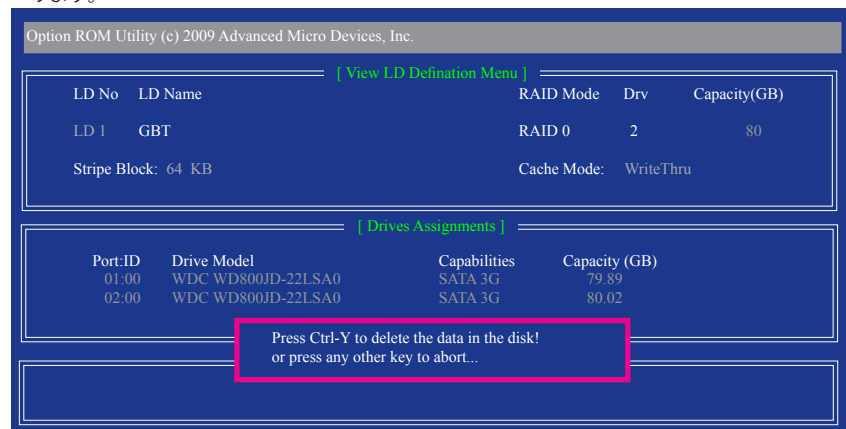

図 10
- View LD Definition Menu** が表示され (図10を参照)、このアレイに割り当てられたドライブを示します。中断するアレイまたは保管キーを削除する場合、<Ctrl>+<Y> を押します。